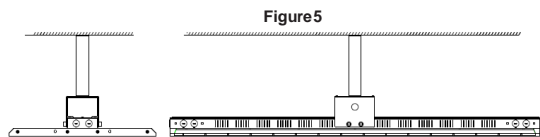

Figure5
### 3. Installation avec une suspension (optionnel) : (voir Fig.5)
- Rattacher les vis du support de montage sur le luminaire (voir Fig. 5)